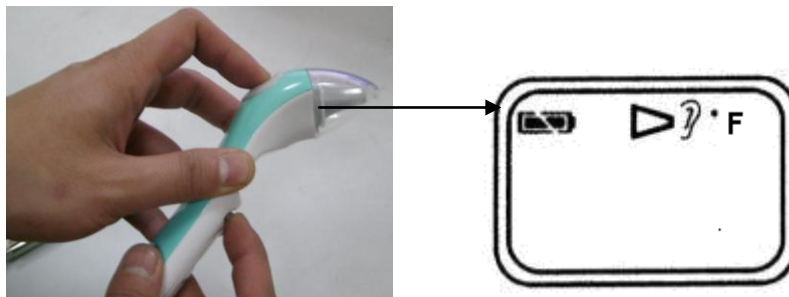

Abbildung 6.24
11. Der Umwandlungsmodus zwischen $^{\circ}\text{C}$ und $^{\circ}\text{F}$: Schieben Sie die Tasten der “Messung” und “Leistung/Erinnerung”, bis das Thermometer gestartet wird (siehe Abbildung 6.24).